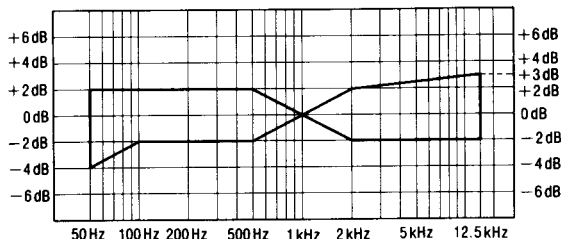

Fig. 9
4. Faire jouer le signal enregistré à l'étape 3 et vérifier que le niveau de chaque fréquence de sortie soit en deçà de la plage montrée à la Fig. 9 en comparaison avec la fréquence de référence (1kHz).